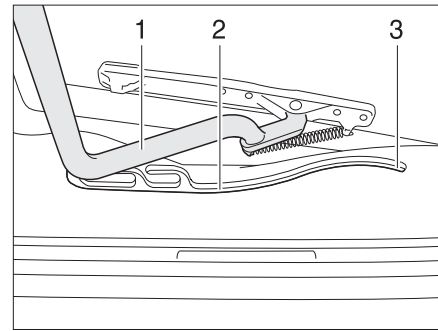

Fig. 43 Claraboya Heki, guía
- Tirar la horquilla (Fig. 43,1) en las guías (Fig. 43,2) hasta la posición trasera final (Fig. 43,3).
- Empujar el estribo (Fig. 43,1) ligeramente hacia arriba con ambas manos.
- Tirar el estribo en las guías (Fig. 43,2) hasta la posición deseada.